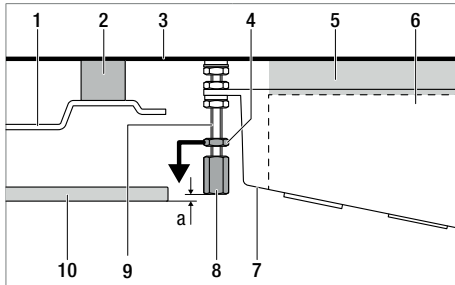

Bild 25
- Kontermutter M6 (4) und Verlängerungsmutter M6 (8) auf die Stehbolzen aufschrauben.
- Verlängerungsmutter einstellen, bis der Abstand (a) zur Verkleidung Kabinendach 1 mm beträgt (Bild 25).
- Einstellung mit Kontermutter M6 (4) fixieren.